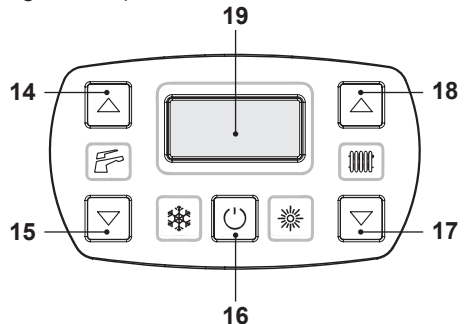
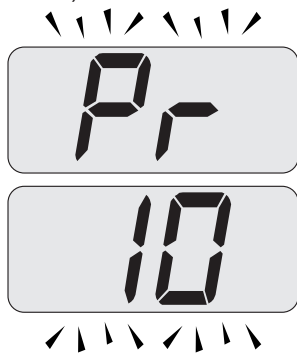

Figura 5.59
Figura 5.61
- Entrare in "modalità programmazione" premendo contemporaneamente per 10 secondi i tasti 16 - 17 - 18 (Figura 5.59) fino a far apparire sul display LCD le lettere Pr che si alternano con il codice 01, indicanti l'entrata nel "parametro 01" (Figura 5.60).
- Scorrere i vari parametri utilizzando i tasti 17 o 18 fino a far apparire sul display LCD le lettere **Pr** che si alternano con il codice **10**, indicanti l'entrata nel "parametro 10" (Figura 5.61).
- Premere contemporaneamente i tasti 16 e 18 (Figura 5.59) fino a far apparire sul display LCD il valore del parametro 10 (30=180 secondi) (Figura 5.62).
- Premendo il tasto 16 (Figura 5.59) si ottiene la conferma del valore inserito.
- Premendo contemporaneamente i tasti 16 e 17 (Figura 5.59) si esce senza modificare il valore (ritorno alla lista parametri Figura 5.61)
- Premendo contemporaneamente per 10 secondi i tasti 16 - 17 - 18 (Figura 5.59) si esce dalla "modalità programmazione".